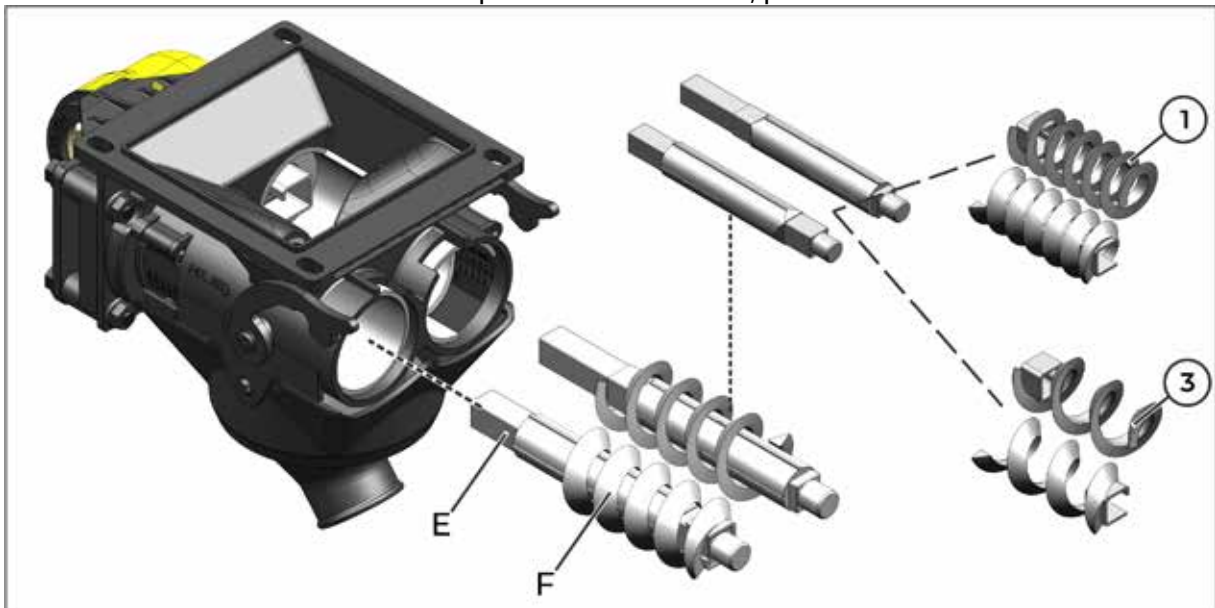

fig. 52
Retire o eixo (E) (fig. 52) e o sem fim (F) (fig 52) do dosador.